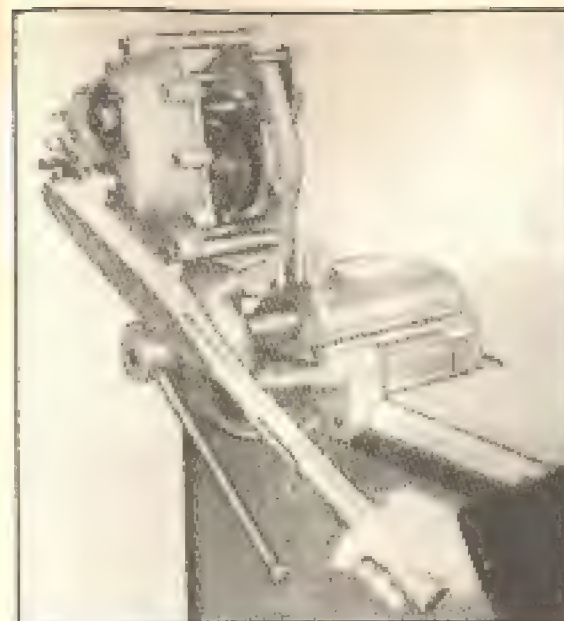

Fig. 27-K
2 — Prende-se o flange retentor do rolamento do pinhão com dois parafusos diagonalmente opostos, a torção de 5 kgm. (Fig. 27-K).
**Folga entre a parte boleada da extremidade chata da semi-árvore e o diâmetro interno da planetária:** 0,03 a 0,1 mm. (Fig. 27-J).